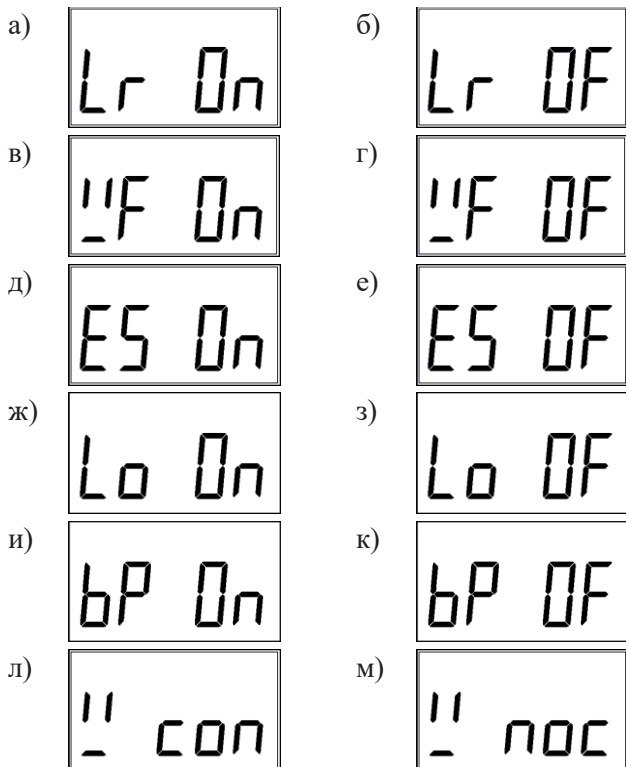

Рис.3 – Меню настроек
- управление прибором (Рис.3, а-б);
- передача данных по Wi-Fi (Рис.3, в-г);
- энергосберегающий режим (отключение экрана прибора через 30 секунд и включение по нажатию на любую кнопку, кроме кнопки включения прибора) (Рис.3, д-е);
- передача данных по LoRa (Рис.3, ж-з);
- управление звуковым сигналом (Рис.3, и-к).
При переходе в данное меню на экран прибора будет выведено текущее состояние прибора (Рис.3). Если регистратор включен, то на экране прибора отобразится символ “Lr_On” (Рис.3, а); если
выключен – “Lr_OF” (Рис.3, б) (аналогично для других пунктов меню).
7.9 Если через меню была включена передача данных по каналу Wi-Fi (LoRa) и осуществлен выход из данного меню настроек в режим измерений, то на экране прибора появится одно из двух сообщений (Рис.3, в-г). Сообщение (Рис.3, л) будет выведено на экран в случае удачного подключения прибора к оборудованию (роутеру) Wi-Fi, а сообщение (Рис.3, м) – в случае неудачного подключения прибора. В последнем случае необходимо перевключить прибор, если это не помогает – проверить сетевые настройки прибора и оборудования, уровень сигнала и исправность прибора и дополнительного оборудования для передачи данных по Wi-Fi.
Кроме того, прибор имеет возможность звукового оповещения при превышении ПДК. Для этого необходимо включить звуковой базер в настройках прибора (Рис.3, и-к)